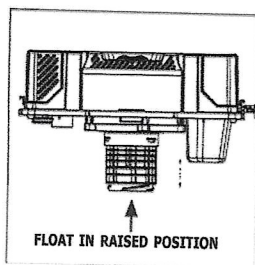

FIG. 5
- Acest aspirator umed/uscat este echipat cu un mecanism de plutire care se va ridica automat pentru a opri fluxul de aer atunci când lichidul din rezervor atinge un nivel predefinit. Când se întâmplă acest lucru, opriți aspiratorul, deconectați cablul de alimentare și goliti rezervorul de praf. Veti sti ca flotorul a oprit fluxul de aer, deoarece aspiratia inceteaza si zgomotul motorului devine mai mare din cauza vitezei crescute a motorului. Capacitatea lichidului poate varia în funcție de rata de preluare. (Fig. 5)